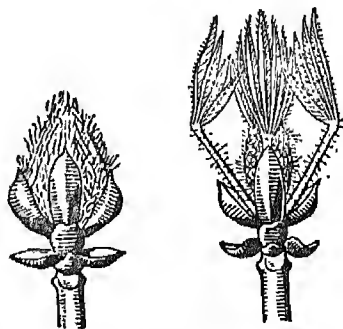

Fig. 7. — L'éclosion d'un bourgeon de Marronnier.
4. Observez des *bourgeons* de Marronnier en voie d'éclosion, au printemps. Chacun d'eux était protégé par des écailles, s'écartant pour laisser sortir le jeune rameau feuillé contenu dans le bourgeon à l'état d'ébauche. Suivez ce développement. Cela est facile : il suffit de placer, dans un verre d'eau, la base d'un rameau pourvu de son bourgeon terminal (fig. 7).
8. La respiration des plantes. Répétez l'expérience de la fig. 7 avec un pied de Haricot.